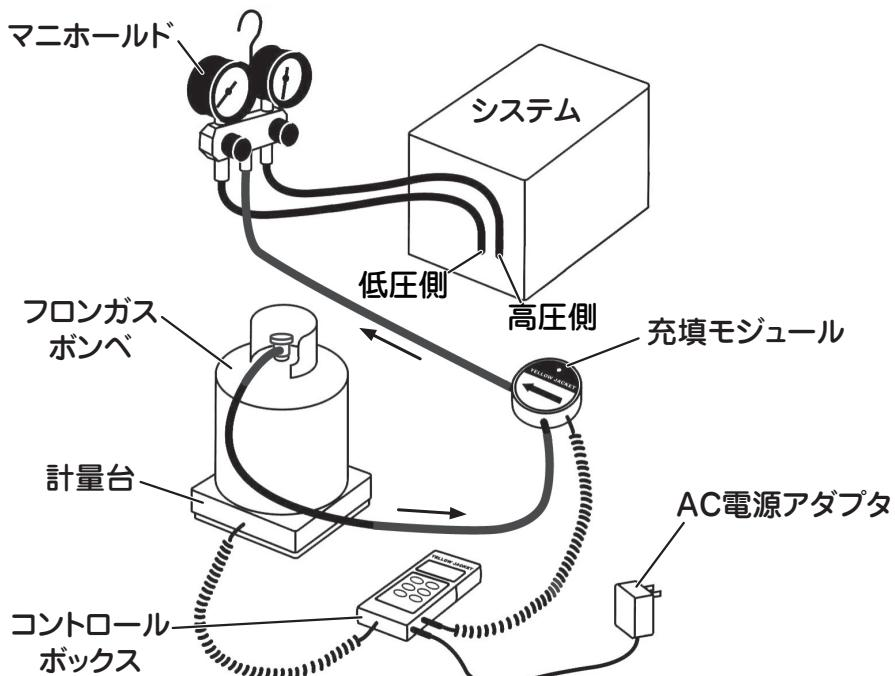

図3
⑤ホースをマニホールドに接続し、必要に応じてホース内のエア抜きをしてください。(図3)